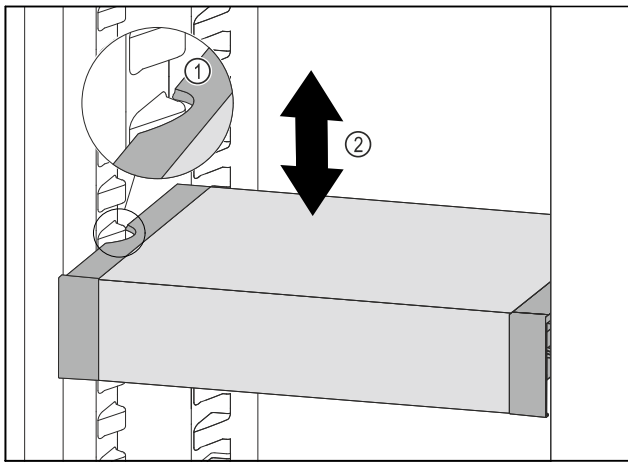

Fig. 77
- Trageți în față VarioSafe, până când degajările laterale ale VarioSafe se află la înălțimea nervurii recipientului din frigider. Fig. 77 (1)
- Mișcați în sus sau în jos VarioSafe în frigider, până când este atinsă înălțimea dorită. Fig. 77 (2)